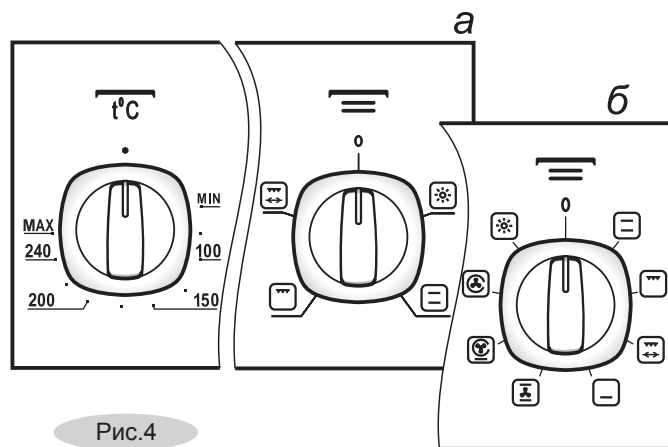

Рис.4
- ручкой режимов работы устанавливается необходимая функция (в зависимости от модели может быть вариант **а** или **б** (рис. 4);
- ручкой терморегулятора (рис. 4) задается температура нагрева духовки, которая поддерживается автоматически.